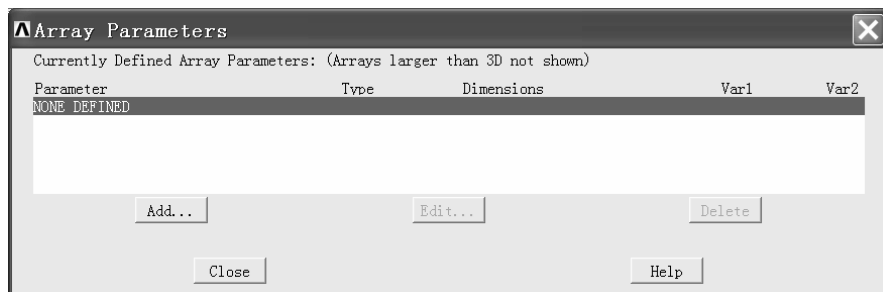

图 5-11 “Array Parameters”窗口
(1) 依次选择 Utility Menu>Parameters>Array Parameters>Define/Edit..., 弹出“Array Parameters”窗口(见图 5-11)。